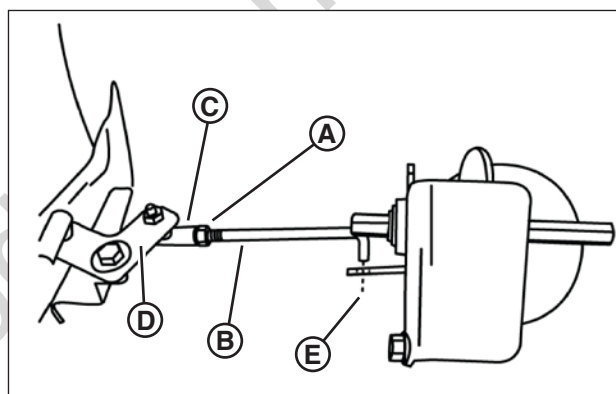

Figure 29 : Réglage de la tige de transfert
4. Desserrer le contre-écrou (**A**, **Figure 29**) qui retient la tige de transfert (**B**) au joint à rotule (**C**) sur le bras de pivot (**D**).